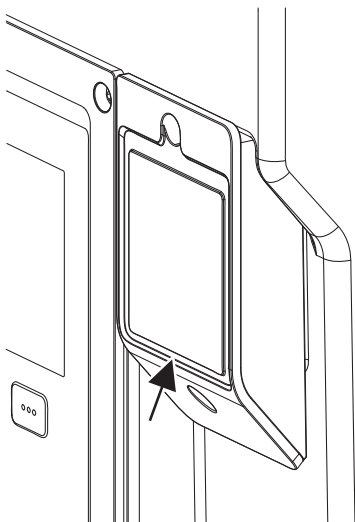

Fig. 32: Afdekking voor Wilo-Smart Connect-module BT
1. Draai de schroef van de Wilo-Smart Connect module-afdekking (Fig. 32) los en open de afdekking.
Vanwege de constructie kan de Wilo-Smart Connect module BT er slechts in één uitrichting op worden gezet. De module zelf wordt verder niet vastgezet. De module-afdekking van de Wilo-Smart Connect (Fig. 32) op het bovendee van de elektronica module houdt de module vast in de interface.